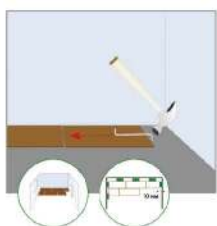

Рисунок 13
14. Для монтажа последней доски, примыкающей к стене, используется струбцина. Она позволяет без труда осуществить соединение с предыдущей панелью (см. рис. 13).